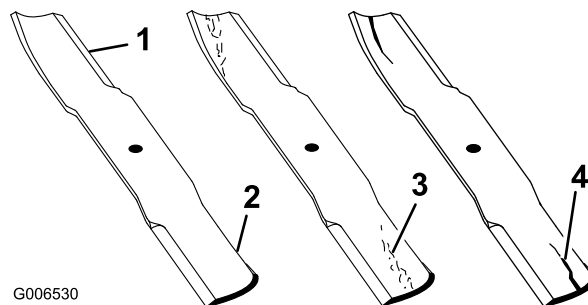

Figura 42
1. Controllate i taglienti (Figura 42).
2. Controllate le lame, in particolare l'area curva (Figura 42).
Nota: In caso di danni, usura o scanalature nell'area (Figura 42, voce 3) montate immediatamente una nuova lama.